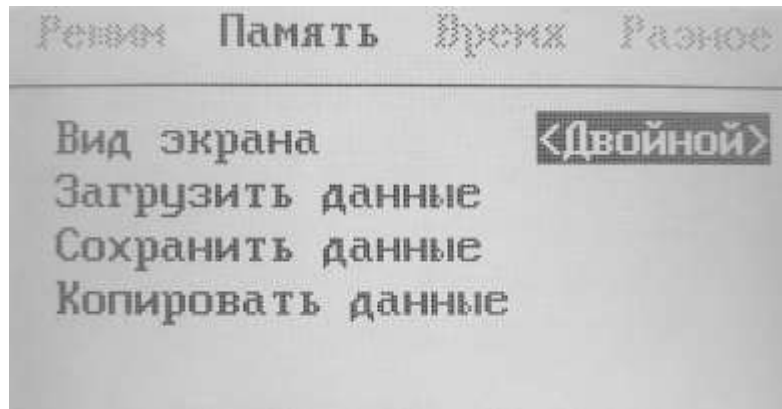

Рис. 18
- кнопками «▲, ▼» (13 и 14, рис. 1) активизировать строку «Вид экрана» и кнопками выбрать сообщение «Двойной» (На экране будет отображаться две рефлектограммы Текущая и буфера) – рис. 18;